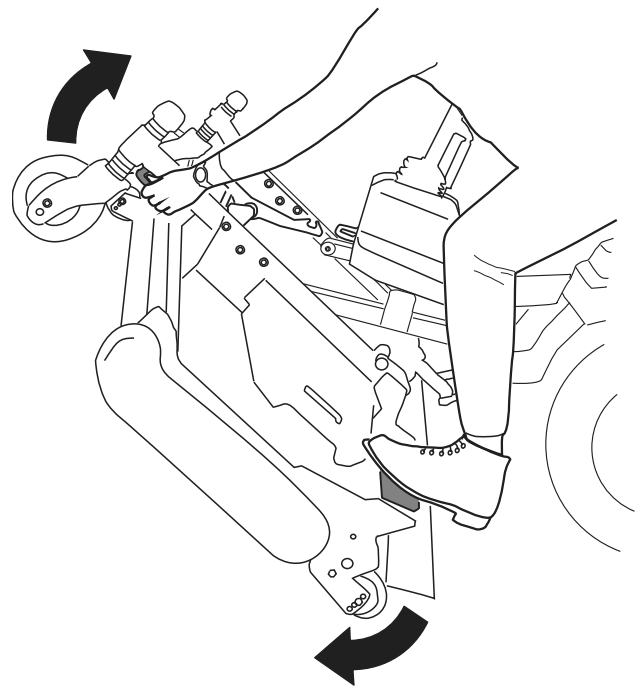
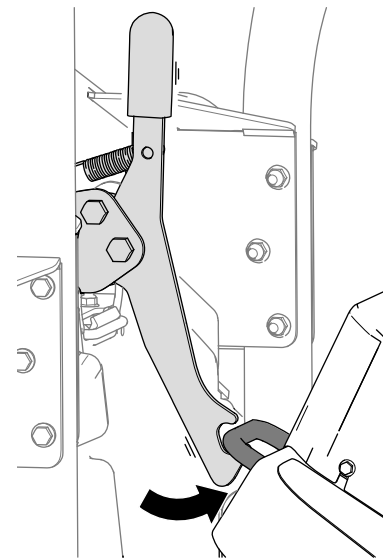
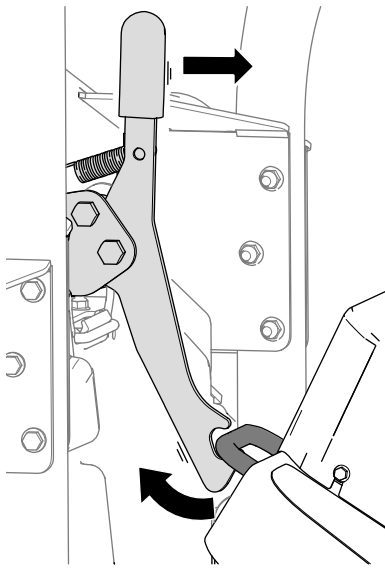

Bild 35
Bild 36
Bild 37
5. Drehen Sie das Mähwerk (Bild 35) so, dass die Verriegelung in die Befestigungshalterung (Bild 36) einrastet.
1. Lösen Sie die Verriegelung des Mähwerks von der Befestigungshalterung (Bild 37), indem Sie das Mähwerk leicht nach vorne drehen (siehe Bild 35) und den Verriegelungsgriff nach vorne ziehen.